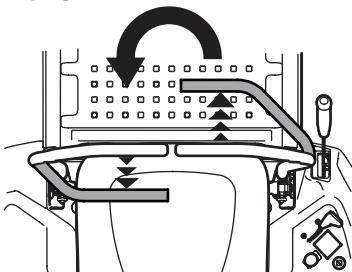

Figure 30
- Pour tourner dans le sens antihoraire, déplacez le levier de contrôle droite de la barre abdominale vers l'avant tout en déplaçant simultanément le levier de contrôle de la barre abdominale gauche vers l'arrière. Consultez la Figure 30.